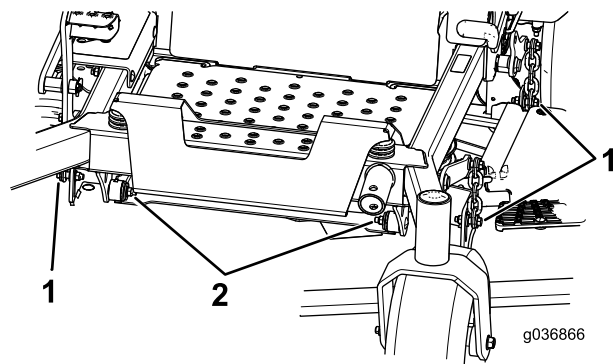

Figura 86
8. Îndepărtați i păstrați uruburile i piuliile de pe ambele laturi ale mainii (Figura 86).